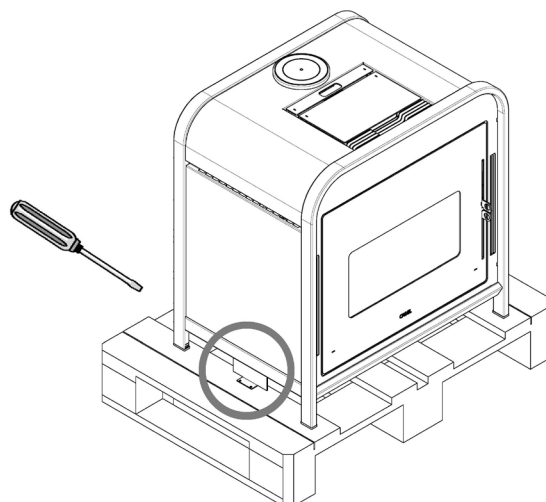

Fig. 1 - Extracción de las abrazaderas
- Quite las abrazaderas que bloquean los pies de la estufa (véase **Fig. 1**). Después, quite la estufa del pallet.